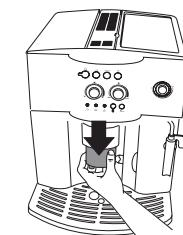

Figura 13
3. Acuérdese de bajar el dispensador de café regulable si las tazas son pequeñas (Figura 13). Para tazas más grandes, suba el dispensador de café para adaptarlo a la altura de las mismas.
3. Acuérdate de bajar el dispensador de café regulable si la taza es pequeña (Figura 13). Para una taza más grande, suba el dispensador de café para adecuarlo a la altura de las mismas.